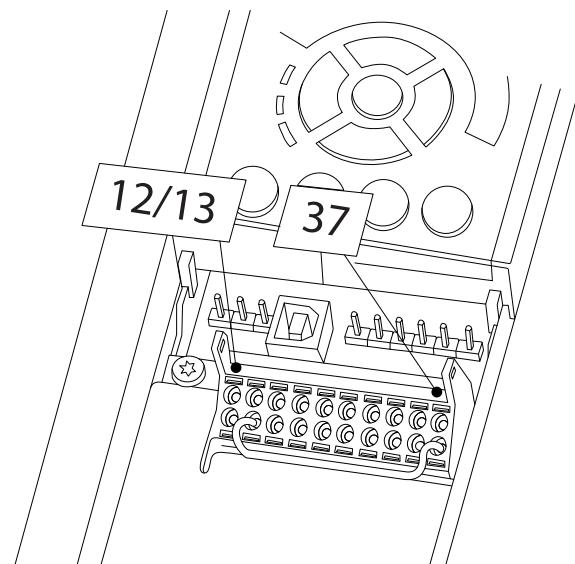

Рисунок 2.21 Соедините перемычкой клемму 12/13 (24 В) и клемму 37.
1. Снимите перемычку между клеммами управления 37 и 12 либо 13. Разрезать или разорвать перемычку недостаточно, это не сможет защитить от короткого замыкания. (См. перемычку на Рисунок 2.21.)